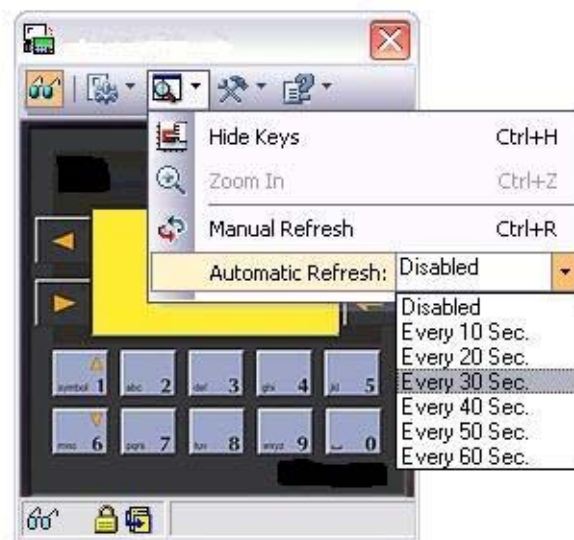

Рис. 11. Активизация функции обновления
9. Для автоматического обновления отображаемой информации необходимо активизировать функцию обновления (рис. 11 Приложения). При выборе автоматического обновления архивов (Automatic Refresh) необходимо определить периодичность обновления.